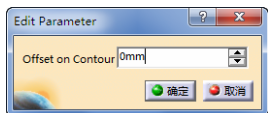

图 3-133 定义零件余量（8）
- 定义零件余量（8）。双击“Facing.1”对话框中的“Offset on Contour”，弹出“Edit Parameter”对话框，可设置余量大小为“0”mm，如图 3-133 所示。